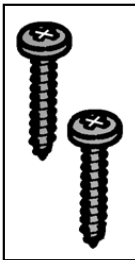

Fig. 3
- 2 vis pour aggloméré 4,5 ×16 mm pour fixation frontale au meuble de la machine à conditionner (**Fig. 3**).